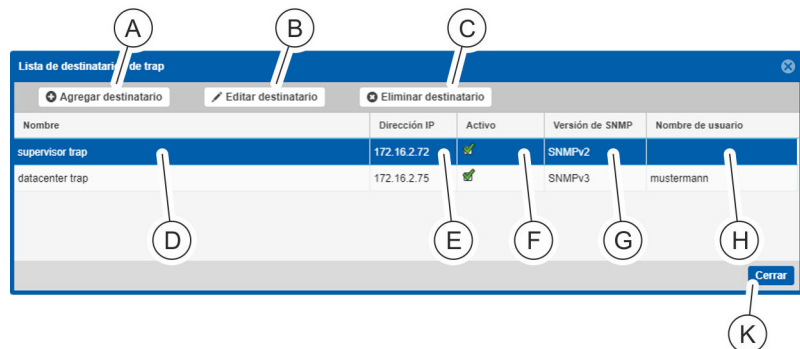

Fig. 142: Ventana "Lista de destinatarios de trap"
- ⇒ Se abre la ventana "Lista de destinatarios de trap" (Fig. 142).
- (A) Botón "Agregar destinatario" para agregar un destinatario de trap
- (B) Botón "Editar destinatario" para modificar un destinatario de trap
- (C) Botón "Eliminar destinatario" para eliminar un destinatario de trap
- (D) Columna "Nombre" con la denominación del destinatario de trap
- (E) Columna "Dirección IP" con la dirección IP del destinatario de trap
- (F) Columna "Activo" con la indicación de si el destinatario de trap está activo o inactivo.
- (G) Columna "Versión de SNMP" con la indicación de la versión de SNMP del destinatario de trap
- (H) Columna "Nombre de usuario" con la indicación del nombre de usuario
- (K) Botón "Cerrar" para cerrar la ventana
3. ➔ Cree un destinatario de trap con el botón "Agregar destinatario" (Fig. 142/A).
Se pueden definir destinatarios de trap con el protocolo SNMPv1/SNMPv2 o bien con el protocolo SNMPv3 (Fig. 142).
4. ➔ Tras configurar los destinatarios de trap, cierre la ventana con el botón "Cerrar" (Fig. 142/K).